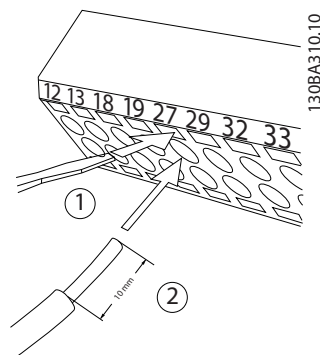

图 2.29 连接控制线缆
1. 将一把小螺丝刀插入触点上方或下方的槽中, 从而打开触点, 如图 2.29 所示。